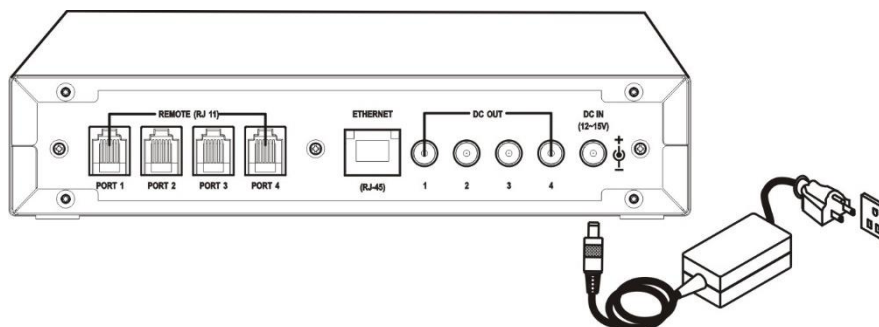

Bild 3
Spannungsversorgung, Bild 3 :
Die MES-100 wird über ein externes Netzteil mit 12V~15V Gleichspannung (DC) versorgt (siehe Bild 3).